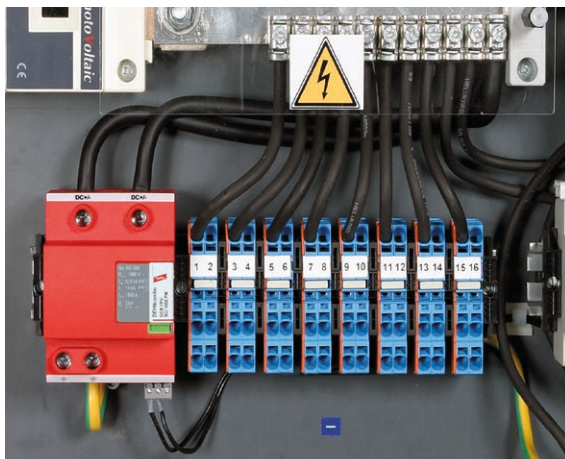

Bild 10 Überspannungsschutz in Monitoring-GAK
PV-Generatoren mit Systemleistungen bis 10000 A können vorsicherungsfrei mit DEHNCombo YPV ... (FM) am Wechselrichter wie auch im Generatoranschlusskasten (GAK) geschützt werden (**Bild 10**). DEHNCombo YPV ist erhältlich für Systemspannungen  $\leq 1200$  V und  $\leq 1500$  V.